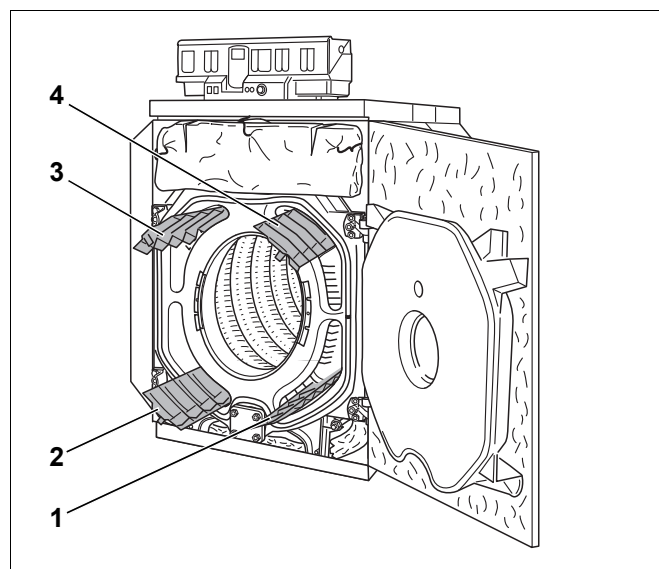

Рис. 72 Удаление направляющих пластин дымовых газов
- ▶ Выньте из газоотводящих каналов вперед направляющие пластины дымовых газов (рис. 72, [1] - [4]).